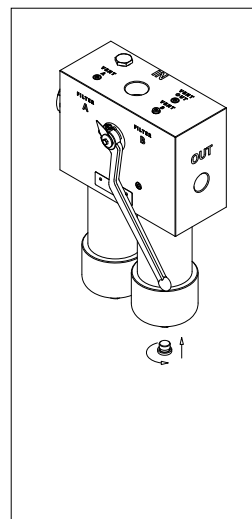

fig. 26
- (Fig. 26) Serrare il tappo di drenaggio facendo riferimento alla tabella delle coppie di serraggio al paragrafo 3